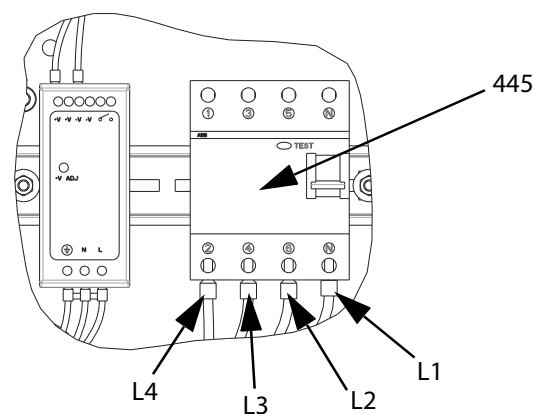

Рис. 18
- Подключите провода L1, L2, L3 и L4 от расширительного модуля к автоматическому выключателю (445), как показано на Рис. 18.
12. Подключите провода заземления к клемме заземления (455), ослабив гайку (437) на жгute проводов.